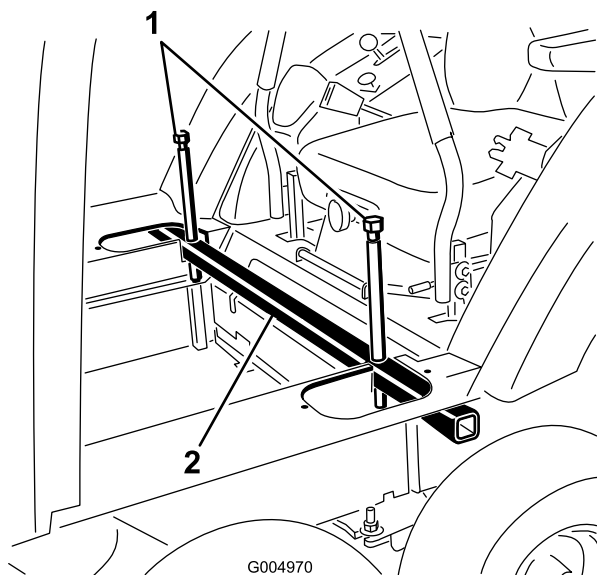

Figura 113
36. Abbassate la cabina in posizione allentando lentamente e in modo fluido i bulloni di sollevamento su ciascuna estremità del tubo di sollevamento (Figura 113).